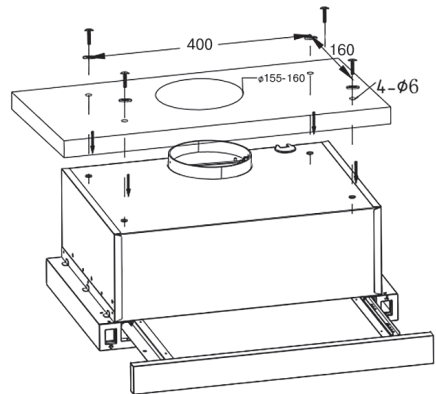

Рис. 9
1. В верхней части корпуса вытяжки имеется четыре отверстия, в которые вставлены пластиковые втулки. Эти отверстия используются для крепления вытяжки к подвесному шкафчику (см. рис. 9).
3. Произведите разметку отверстий под шурупы крепления и воздуховод на средней полке шкафчика (рис. 9).